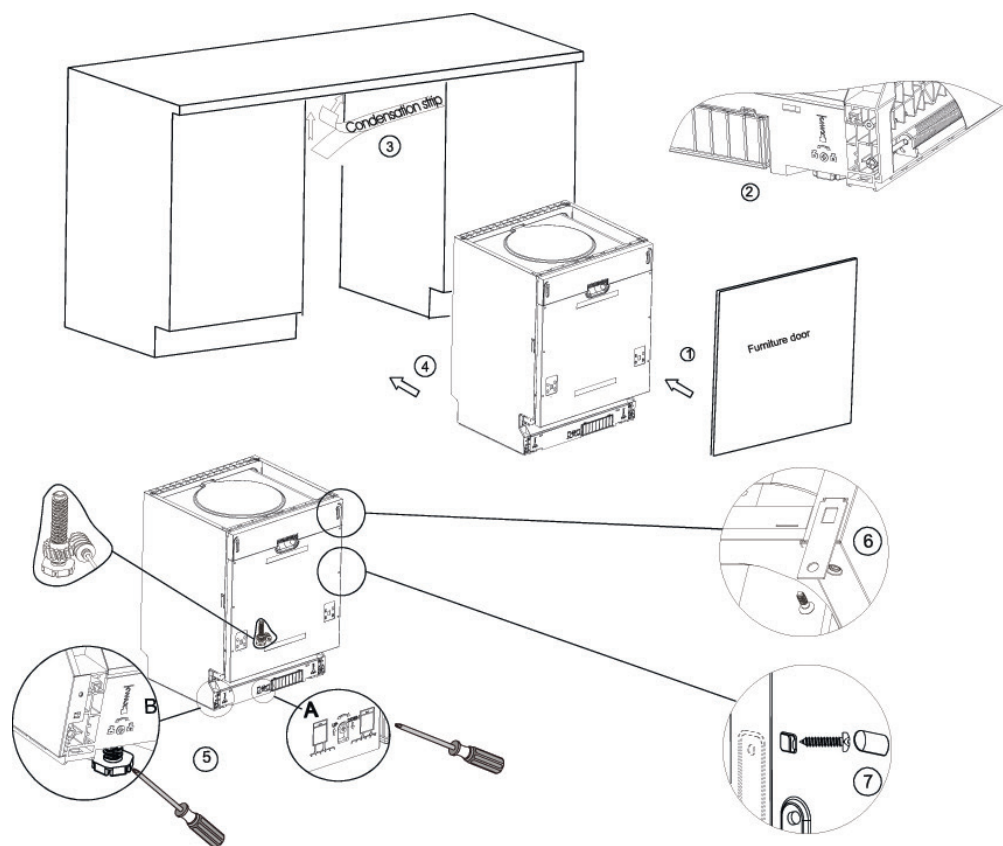

Рис. 7. Последовательность установки посудомоечной машины
1. Используя скобы, прикрепите декоративную дверцу от верхней мебели к дверце машины (см. п. 1 на рис. 7).
- судомоечной машины (см. п. 2 на рис. 7).
6. Поместите посудомоечную машину на предназначенные для нее места (см. п. 4 на рис. 7).
9. Выровняйте машину. 3 дня ножки можно регулировать винтами, расположенными спереди (см. п. 6 на рис. 7). С помощью ключа отрегулируйте передние ножки (см. п. 6 на рис. 7).
- A. Если у вас столешница из дерева или ДСП, прикрутите машину к ней шурупами под дереву, будьте осторожны, вес машины может вырвать шурупы из дерева (см. п. 7 на рис. 7).
- B. Если у вас мраморная или гранитная столешница используйте скобы, чтобы прикрепить машину к стене соседней мебели, при этом необходимо закрыть винты резиновыми шляпками, чтобы не повредить столешницу (см. п. 8 на рис. 7).
2. М шин р зр бот н т к, чтобы пользователь мог регулировать ножки, используя винты в передней ч сти (см. рис. 7).